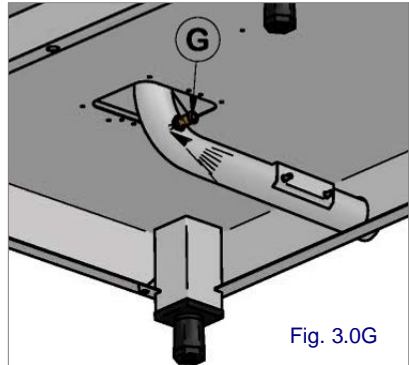

Fig. 3.0G
**3.0G Sistema termostático para la condensación de los vapores de salida (Optional):** se compone de una electroválvula, accionada por un termóstato cuyo sensor está alojado en contacto con el desagüe. La electroválvula, por medio del inyector (G), se encarga de introducir agua fría en el tubo de desagüe a fin de condensar el vapor cuando se alcanza una temperatura de 90°C. (Fig.3.0G)